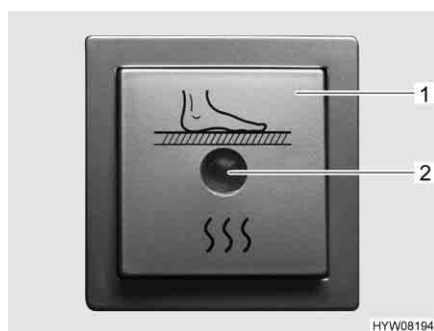

Fig. 124 Interruttore per riscaldamento elettrico del pavimento
- Premere l'interruttore a bilico (Fig. 124,1). La spia di controllo nell'interruttore (Fig. 124,2) si accende.
- Premere l'interruttore a bilico (Fig. 124,1). La spia di controllo (Fig. 124,2) nell'interruttore si spegne.